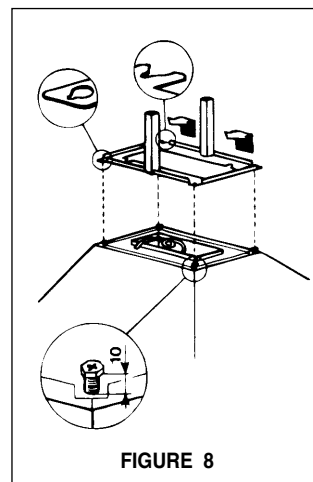

FIGURE 8
4. La hotte se fixe au support par quatre boulons situés à côté de l'ouverture d'échappement. Desserrer les quatre boulons afin qu'il y ait un espace d'environ 1/4 po entre la tête du boulon et la hotte. La **FIGURE 8** illustre comment la hotte est installée sur le support.